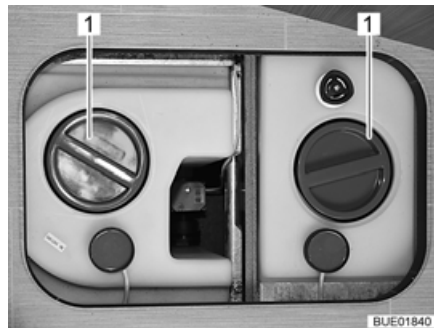

Bild 210 Vattentank med ratt
- Tag av vattentankens lock (Bild 210,1).